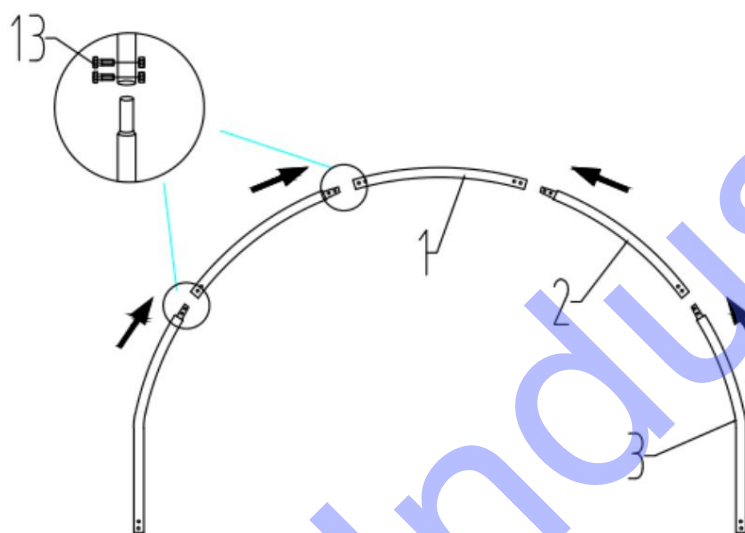

Figure 3
1. Comme illustré à la figure 3, trouvez un tube coudé de toit (n° 1), deux tubes coudés centraux (n° 2) et un tube coudé inférieur (n° 3) et assemblez chaque arceau avec un boulon M8x60 (n° 13). NE PAS installer le boulon sur le dessus de la ferme, là où la toile reposera.